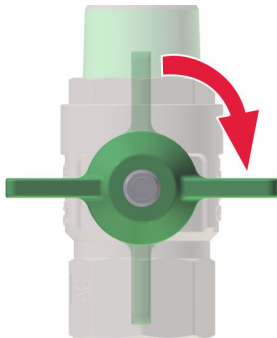

Abb. 36: Hauptabsperrentil schließen
1. ➔ Alle Hauptabsperrentile (Abb. 36) der Frischwarmwasserstation schließen.